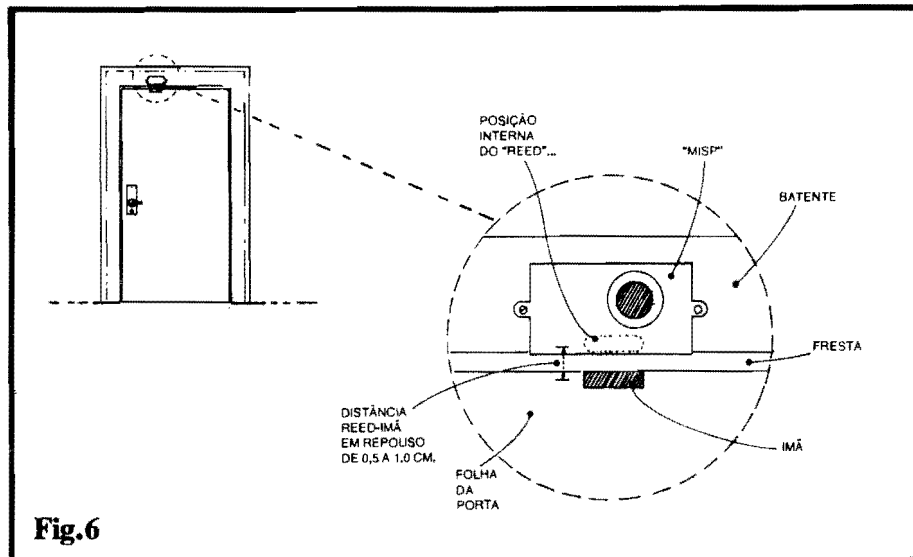

Fig.6
- FIG. 6 - A INSTALAÇÃO FINAL...